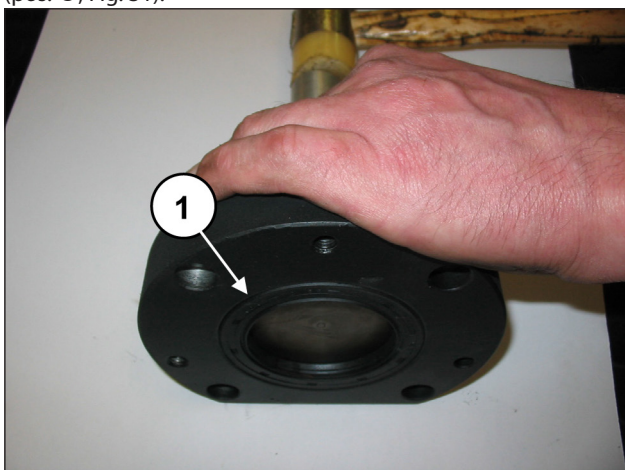
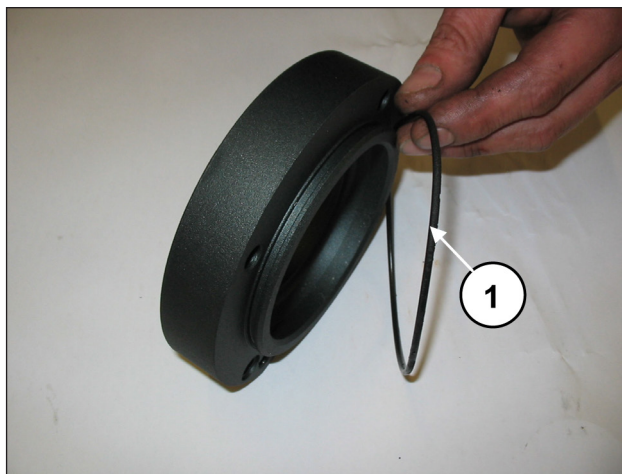
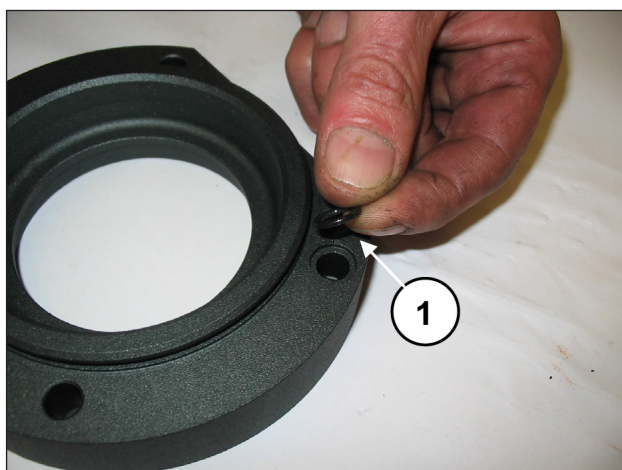

Fig. 29
Fig. 30
Fig. 31
Estrarre l'anello di tenuta radiale (pos. ①, Fig. 29), l'O-ring esterno (pos. ①, Fig. 30) e l'O-ring del foro di lubrificazione (pos. ①, Fig. 31).